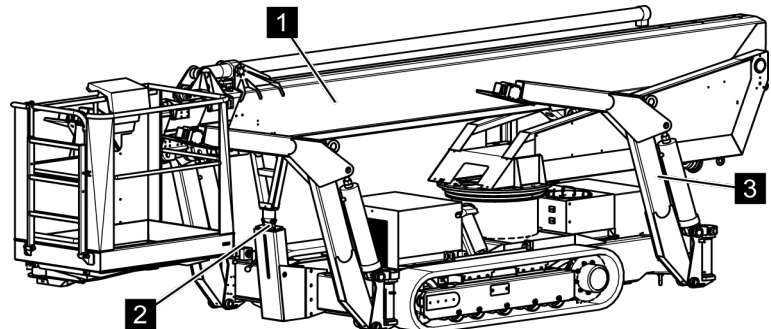

Fig. 92: Position de transport
- Le bras télescopique (Voir la Fig. 92/1) se trouve en position de transport (Voir la Fig. 92/2).
- Les appuis (Voir la Fig. 92/3) sont rentrés et en position de transport.